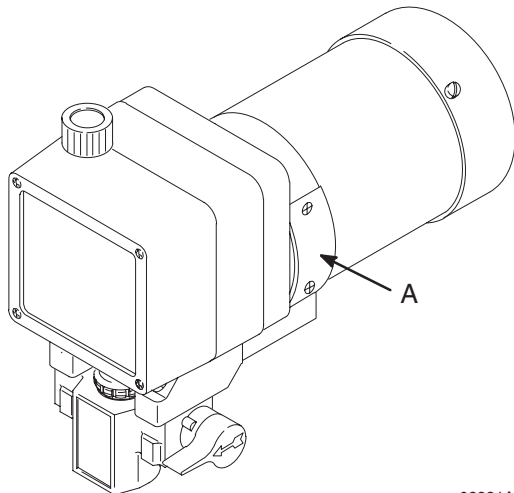

Fig. 15 02831A
1. Déposer les deux couvercles d'inspection (A) et leurs joints. Voir Fig. 15.